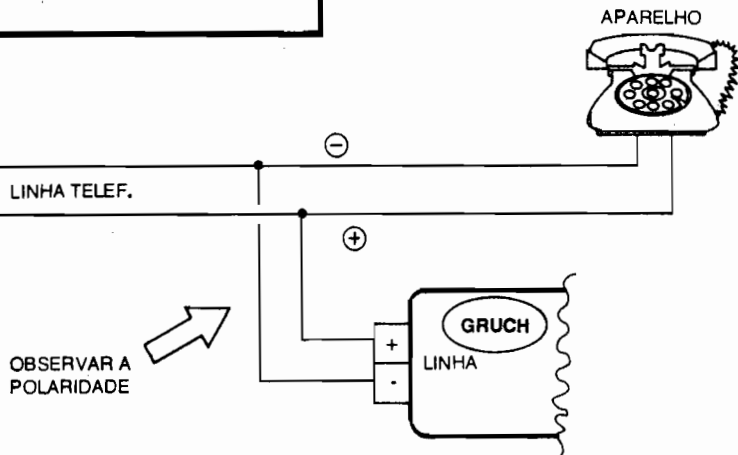

Fig.6
- FIG. 6 - INSTALAÇÃO (A CONEXÃO À LINHA TELEFÔNICA)
Para perfeita utilização, além da prévia verificação da polaridade da linha telefônica (rever FIG. 6) e do perfeito acoplamento ao gravador (FIG. 7), algumas outras providências simples (até óbvias...) devem ser tomadas...